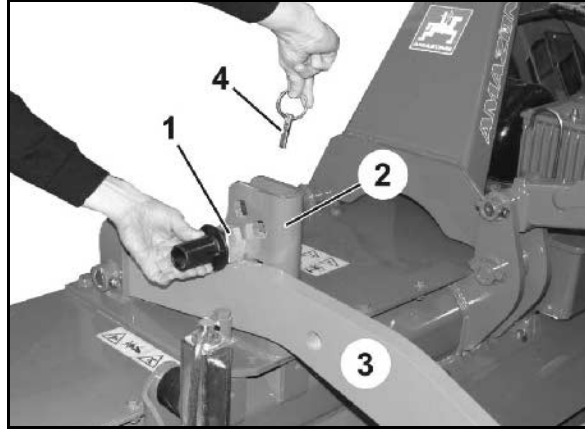

Fig. 25
1. Traktörün üç noktalı hidroliği aracılığıyla zemin işleme makinasını, tutucu kollar (Fig. 25/3) ayar çıtası (Fig. 25/2) delikleri derinlik ayar pimleri (Fig. 25/1) için serbest kalıncaya kadar hafifçe kaldırınız.
3. Kelepçenin çıkartılması (Fig. 25/4).